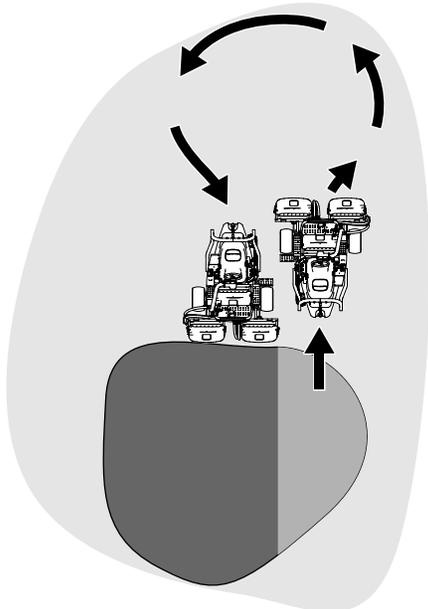

Рисунок 23
6. Чтобы сэкономить рабочее время и облегчить выравнивание для следующего прохода, на короткое время разверните машину в противоположном направлении, а затем направьте ее к нескошенной части; т.е. выполните разворот «по каплевидной траектории» (**Рисунок 23**), чтобы быстро выровнять машину для следующего прохода.